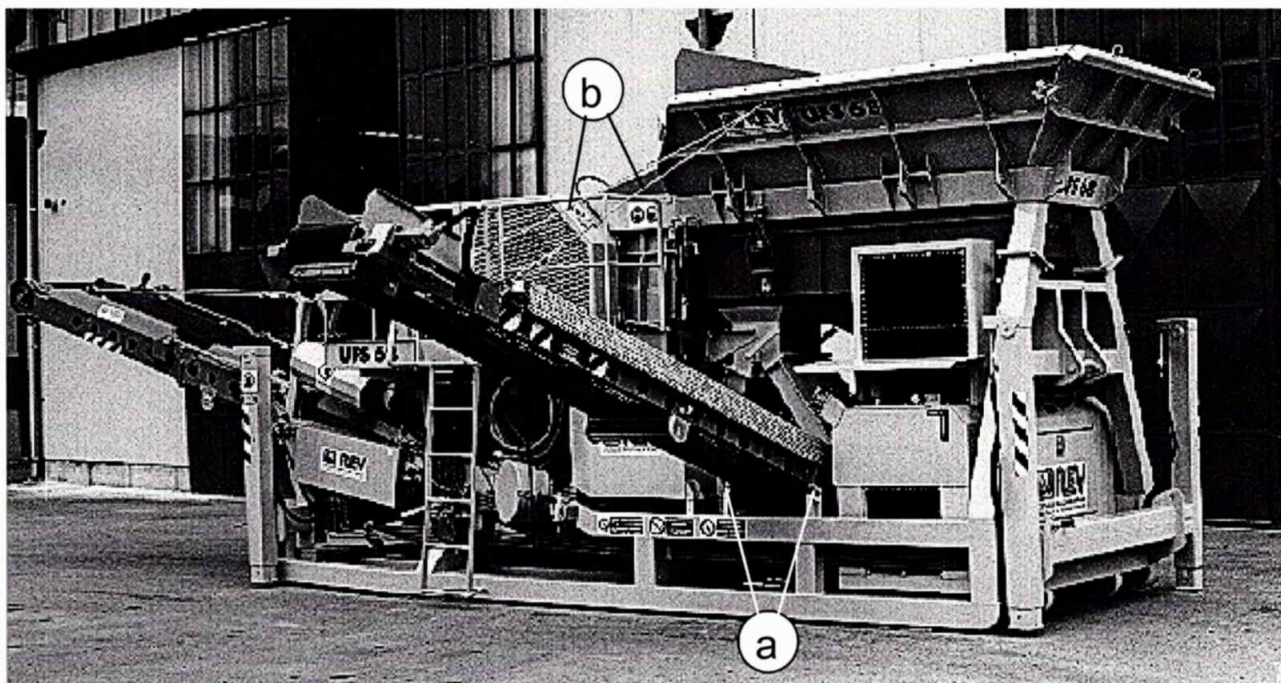

fig. 4.2.2
- 2) scollegare le due funi di sostegno (particolare (b) di fig. 4.2.2) attaccate alla tramoggia dell'alimentatore;
- 4) togliere le viti di sicurezza (particolare (a) di fig. 4.2.2) dei due ganci che sostengono il nastro nella parte inferiore;